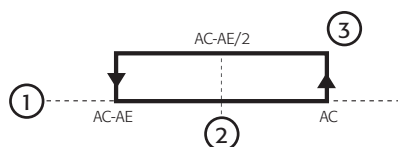

Fig. 4.l
- indica il superamento del limite tra Ac e AE (derivato dal calcolo: $Ac - AE/2$, vedi Fig. 4.l);
- indica il superamento del set point di temperatura Ac (vedi Fig. 4.l);